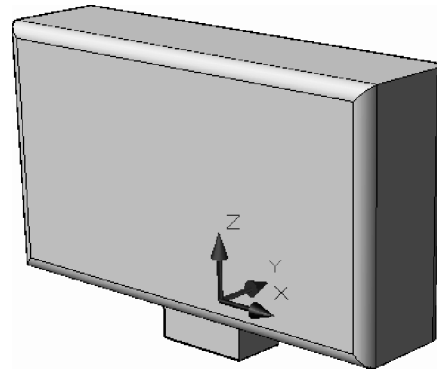

Fig. 7.5 Modelarea piciorului de sprijin
8. Se modelează piciorul de sprijin – un paralelipiped de dimensiuni 7x4x3 – vezi Fig. 7.5. Se selectează din nou pictograma **Box** de pe panoul **3d Make** al panoului **Dashboard**.